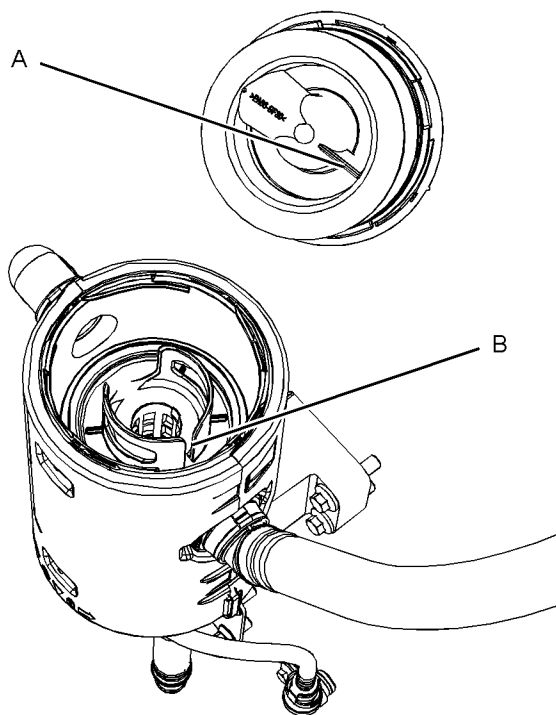

Ilustración 80
4. Instale un elemento de filtro nuevo en el cuerpo del respiradero (3). Para asegurarse de colocar el elemento en la posición correcta, consulte la ilustración 80 . Alinee la posición (A) en la tapa superior con la posición (B) en el elemento de filtro.